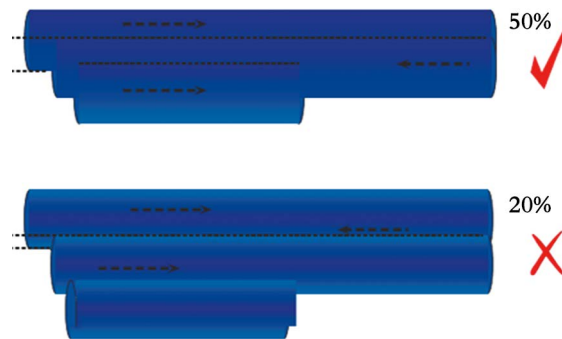

图15 喷幅重叠
(6) 喷幅重叠（图15）。喷幅重叠又称压枪幅度，传统喷枪要求喷幅重叠达50%~60%，HVL P喷枪要求喷幅重叠达70%~80%。如果压枪幅度太小，会出现油漆颜色像条纹状的深浅不一；如果压枪幅度太大，容易导致油漆流挂。